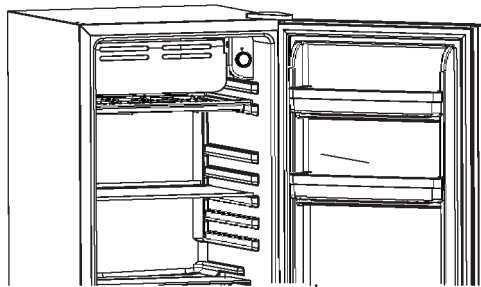

fig .3
2. Para descongelar el congelador, retire los alimentos y la bandeja de cubitos de hielo de la sección del congelador. Su modelo requiere que coloque la bandeja de goteo debajo de la sección del congelador (**ver Fig. 3**).